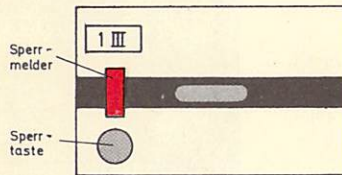

Bild 51
- (16) a) Die Einstellung von Fahrstraßen in bestimmte Gleise kann durch Bedienen der Sperrtaste und der Fahrstraßensperrtaste gesperrt werden (Befahrbarkeitssperre); der Sperrmelder leuchtet rot (vgl. Bild 51).